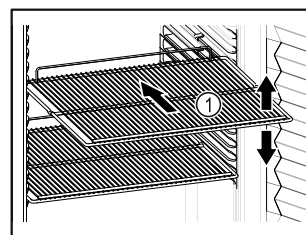

Fig. 58
- ❑ Si los estantes se pueden mover *Fig. 58 (1)*, ajústelos según la altura.